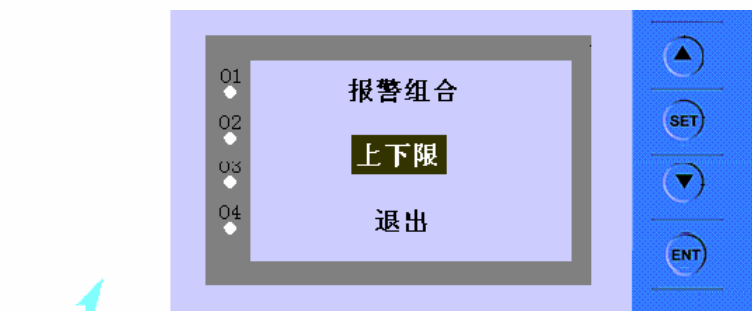

图 10: 报警组合设定画面
- (4) 报警组合设定: 报警组合设定画面如图 10 所示。“报警组合”选项有: 上下限、双上限、双下限。